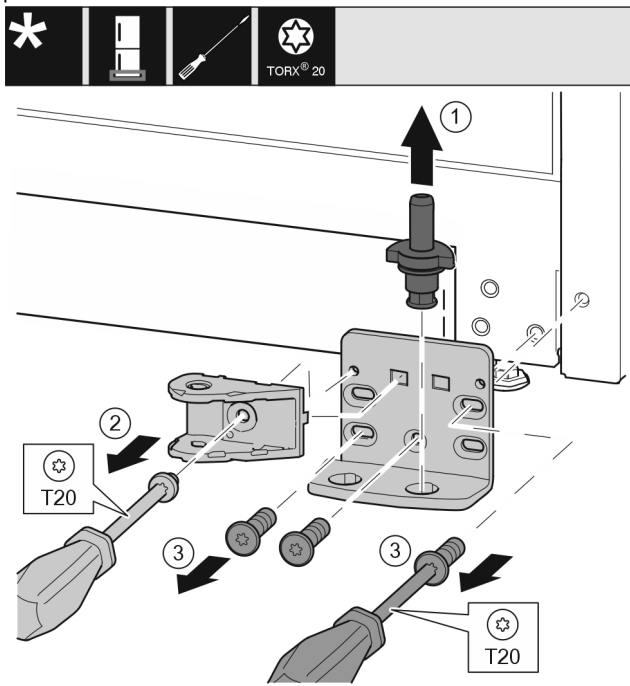

Fig. 40 *
- Ležajni sornik Fig. 40 (1) v celoti izvlecite v smeri navzgor.*
- Odvijte vijak Fig. 40 (2) z izvijačem in snemite spoj blažilnika za zapiranje vrat.*
- Odvijte vijake Fig. 40 (3) z izvijačem in snemite ležajni podstavek.*